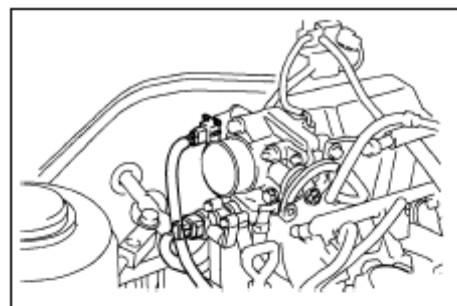

Рис.35
4. Демонтаж корпуса дроссельной заслонки (см. Рис. 35).